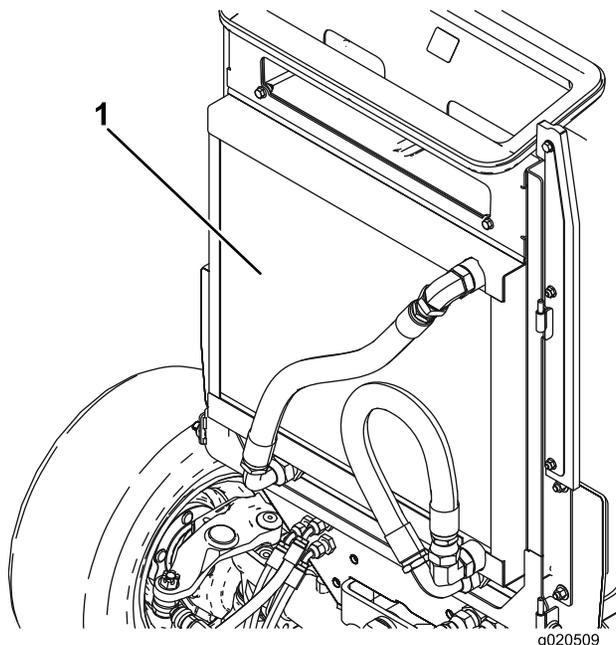

Рисунок 100
4. Тщательно очистите сжатым воздухом область с обеих сторон радиатора/маслоохладителя (Рисунок 100). Начните спереди и сдувайте мусор назад. Затем очистите заднюю сторону, сдувая мусор в направлении передней стороны. Повторите эту процедуру несколько раз до полного удаления сухой травы и мусора.